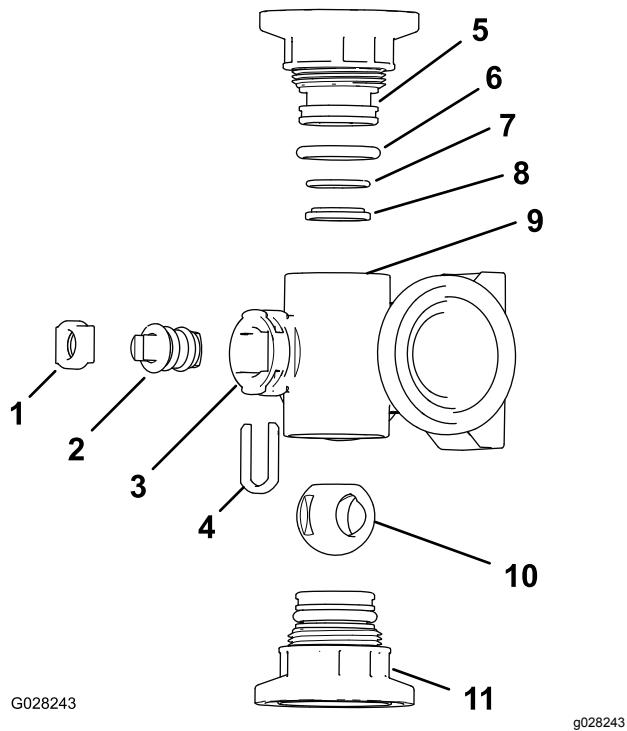
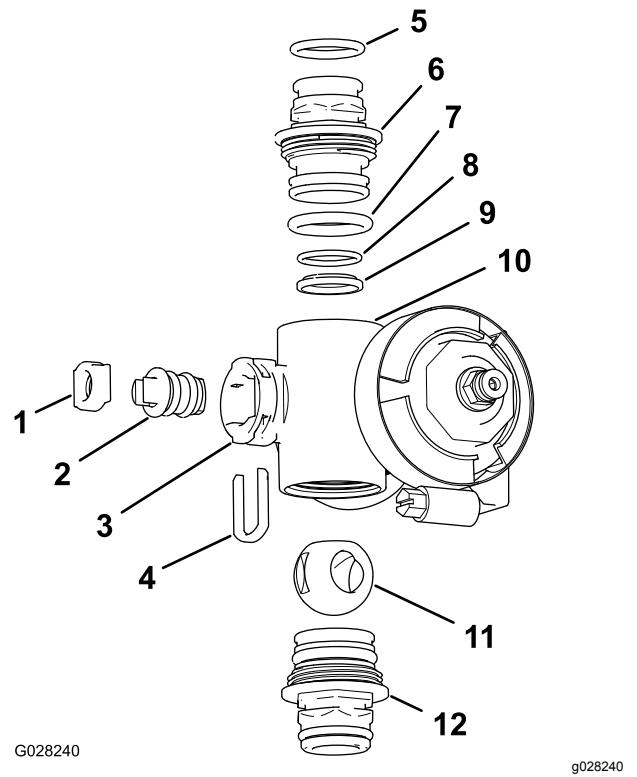

Figura 114
Figura 115
2. Rimuovete i 2 gruppi del raccordo del tappo terminale da ciascun'estremità del corpo del collettore (Figura 114 e Figura 115).
- Rimuovete il fermo dello stelo dalle scanalature nella porta dello stelo nel collettore (Figura 114 e Figura 115).
- Rimuovete il fermo dello stelo e la sede dello stelo della valvola dal collettore (Figura 114 e Figura 115).
- Rimuovete il gruppo dello stelo della valvola dal corpo del collettore (Figura 114 e Figura 115).
1. Controllate la condizione degli O-ring del raccordo di uscita (solo collettore della valvola della sezione), gli O-ring del tappo terminale, gli O-ring delle sedi posteriori e la sede a sfera per escludere danni o usura (Figura 114 e Figura 115).
2. Applicate il grasso al silicone sullo stelo della valvola e inseritelo nella relativa sede (Figura 114 e Figura 115).
3. Montate lo stelo della valvola e la sede nel collettore e fissateli con il fermo dello stelo (Figura 114 e Figura 115).
4. Assicuratevi che l'O-ring della valvola di non ritorno e la sede della sfera siano allineati e in sede nel raccordo del tappo terminale (Figura 114 e Figura 115)
5. Montate il gruppo del raccordo del tappo terminale sul corpo del collettore fino a quando la flangia del raccordo del tappo terminale non tocca il corpo del collettore (Figura 114 e Figura 115), poi ruotate il raccordo del tappo terminale di un altro 1/8 - 1/4 di giro.